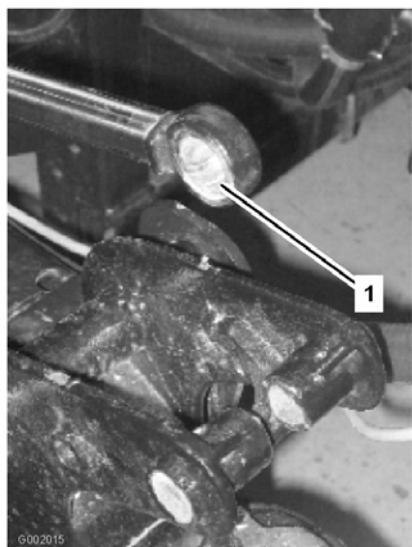

Figure 36
5. Manipulez le côté roulement de la tige d'actionneur et appliquez de la graisse dans le roulement (Figure 36). Essuyez tout excès de graisse.